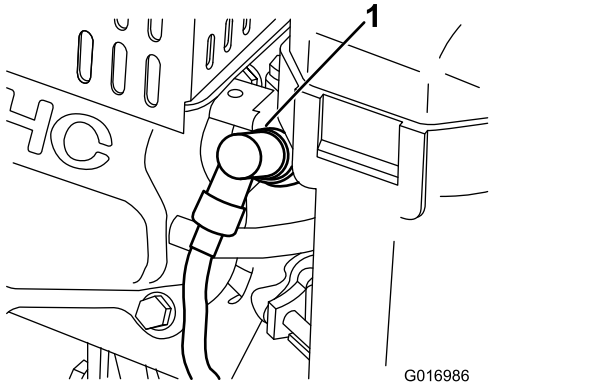

Bild 38
1. Ziehen Sie den Zündkerzenstecker ab (Bild 38).